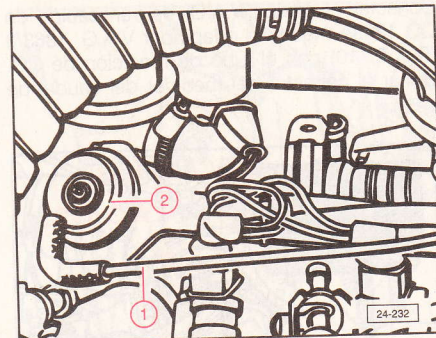

Fig. 2.122
Separar el tubo de depresión (1) del regulador de presión del combustible (2) (Fig. 2.122). La presión del combustible debe subir a 3,0 bar aprox.